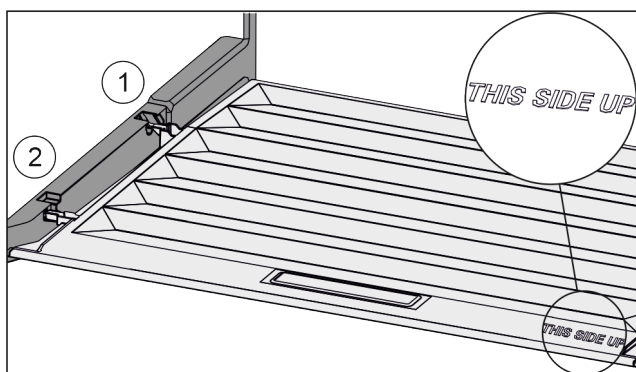

Fig. 59
- ▶ Futni mbështetësen e kapakut përmes vrimës së mbajtëses prapa Fig. 59 (1) dhe përpara futeni dhe kapeni në mbajtëse Fig. 59 (2).